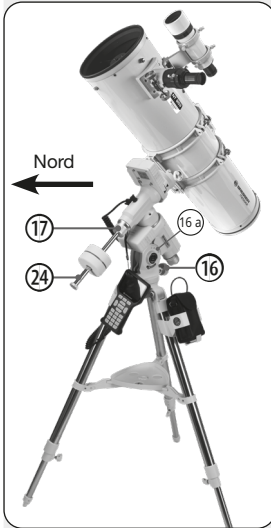

Fig. 24 : Position de base équatoriale (vue latérale)
1. Desserrez le blocage RA (17). Faites pivoter le tube jusqu'à ce que la tige de contrepoids pointe directement vers le sol (Fig. 24).